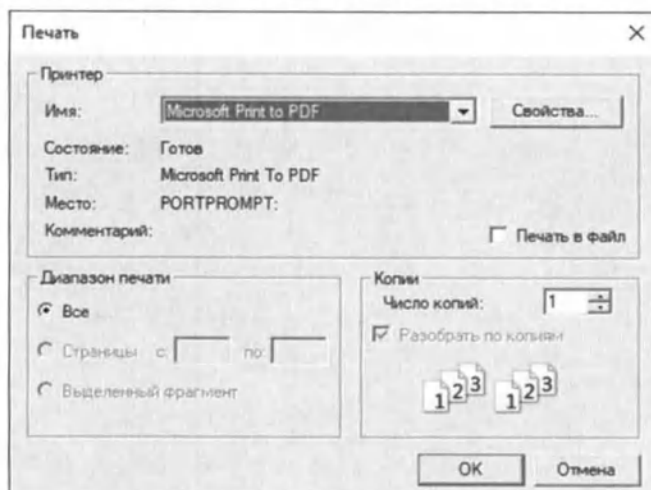

Рис. 149 Внешний вид окна "Настройки принтера"
- Откроется стандартный диалог настройки принтера операционной системы Windows (Рис. 149 Внешний вид окна "Настройки принтера")